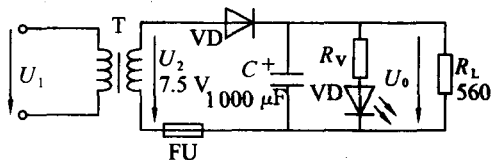

图 1-24
2. 按图 1-24 把电路搭接起来,先不接电容器 C (接入 R_v 与 VD 是作指示灯用)。